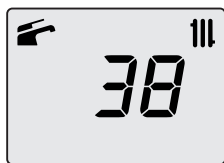

Figura 2.4
- Il display LCD visualizza la temperatura di caldaia (circuito primario) ed i simboli  e  (Figura 2.4).